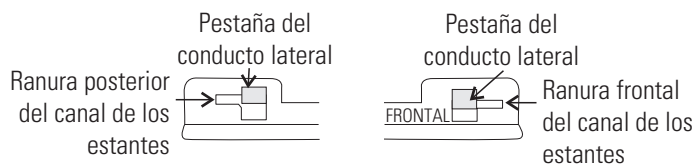

Figura 1-8. Ranuras y pestañas
3. Instale los canales de los estantes colocando la ranura posterior del canal en la pestaña posterior correspondiente en el pilar. Tire hacia adelante del canal de los estantes y acople la ranura frontal del canal hacia el interior de la pestaña delantera correspondiente del pilar. Consulte la figura 1-8.